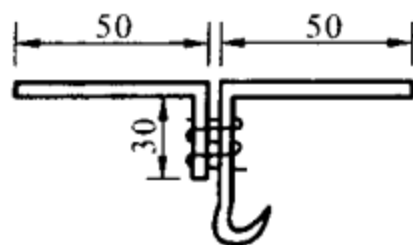

图 2-57 铁丝
(1) 用 8 号或 10 号铁丝两段，长度分别为 80mm 和 100mm，各在 50mm 处弯曲成直角，在较长的 100mm 铁丝上弯一圈形钩，如图 2-57 所示，这样简易的挂钩就制成了。在安装时，分别把这两段变成直角的铁丝 50mm 那端，插入楼板上钻好的